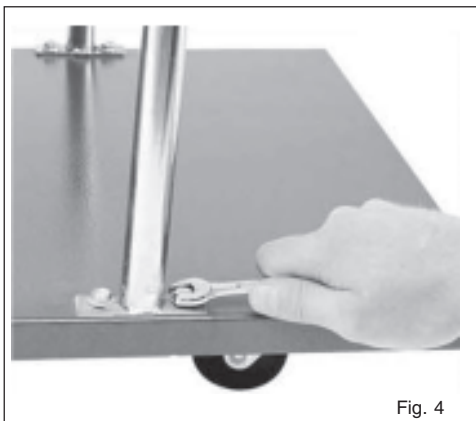

Fig. 4
3. Fissare i due tamburi all'uscita dei condotti con le due rispettive guarnizioni **(Fig. 4)** e collegare alla base le aste di supporto. **(Fig. 5)**